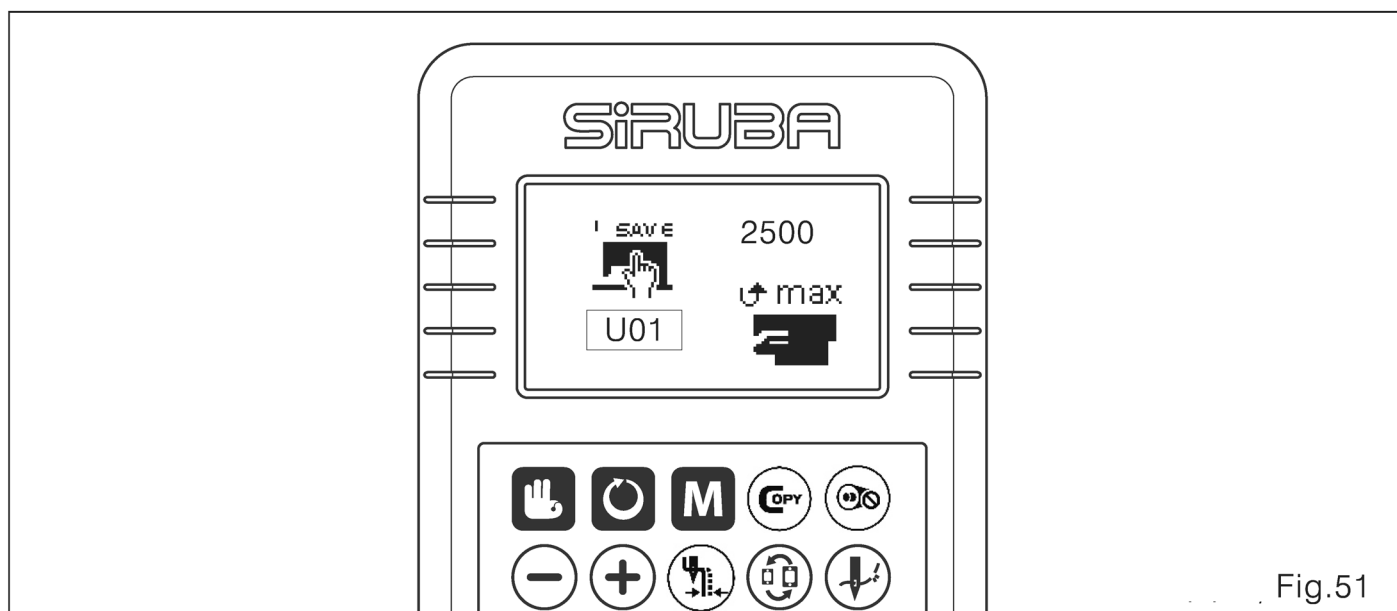

Fig.51
1. Inicie e altere o comutador de memória (Fig.51)